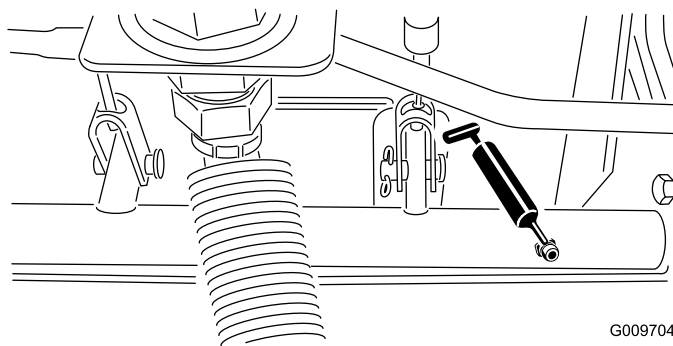

Figure 21
- Roulements d'axes de pivots de freins (5) (Figure 21)